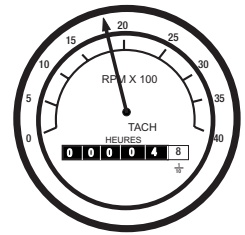

Figure. 48 Jauge de Tachymètre du Moteur
10. L'indicateur du tachymètre (Figure 48) indique le régime moteur lorsque le générateur est en marche. En situation de fonctionnement normal, la vitesse est d'environ 1800 TPM.